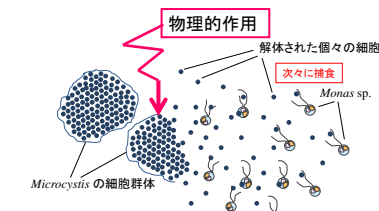

図1 細胞群体系体による捕食圧の増加
*Microcystis*は多糖質に包まれた細胞群体を形成するため周囲の捕食者（原生動物、微小後生動物など）に容易に捕食されないことが大発生の一因として挙げられています。これまでの研究で、*Microcystis*の細胞群体を物理的に個々の細胞に解体した結果、原生動物鞭毛虫類*Monas* sp.（モナス）〔写真3〕の捕食圧は高まり効率よく*Microcystis*が減ることを室内実験で確認しました〔図1〕。
国内サイトでは、東京都井の頭公園恩賜池の景観と水質を改善するために水質調査と図1 細胞群体系体による捕食圧の増加浄化研究を進めています。